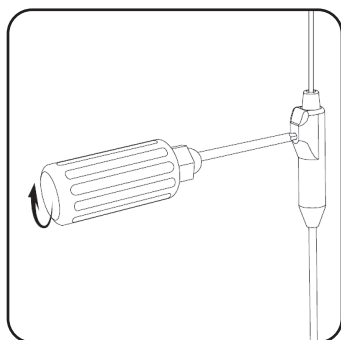

Figura 19. Fissare l'elettrocatteteri serrando la vite di fermo in senso orario sul manicotto di ritenzione
5. Inserire completamente il cacciavite torsiometrico nel foro del blocco connettore dell'estensione percutanea. Serrare la vite di fermo girando il cacciavite torsiometrico in senso orario fino allo scatto (**Figura 19**).